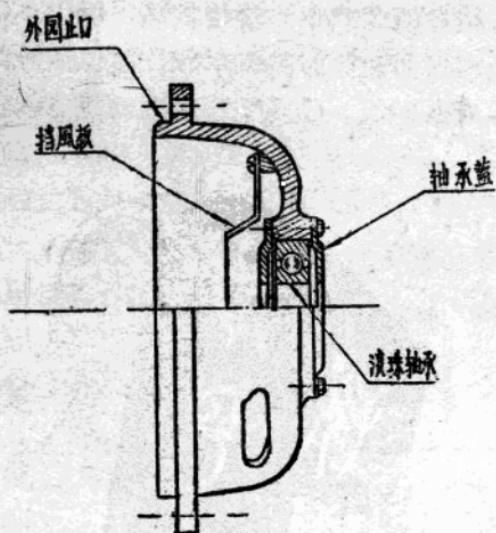

图 5 端盖图
(3) 端盖——是支持轉子能在定子中心轉動的主要部件，如图 5 端盖的外圓有止口与机壳的止口互相配合。端盖的中心